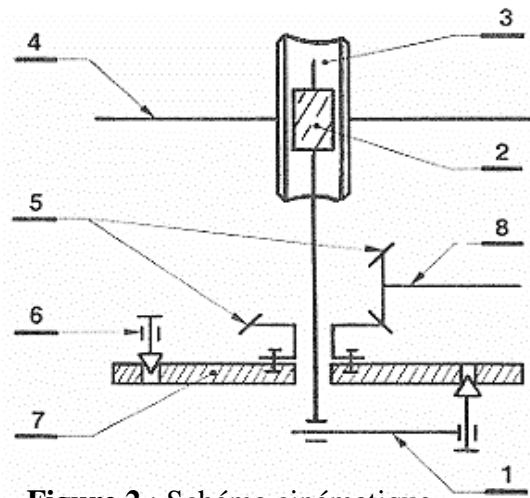

**Figure 1 :** Schéma du disque d'incrémentation
7. Compléter le graphe de montage du système d'entraînement, en tenant compte de la figure 1 et figure 2 page 12 /14, par les repères des pièces :
On se propose de tailler sur un disque d'incrémentation, comme schématisé sur la figure 1 ci-contre, des encoches disposées sur toute sa circonférence à des angles égaux  $\alpha = 24^\circ$ .